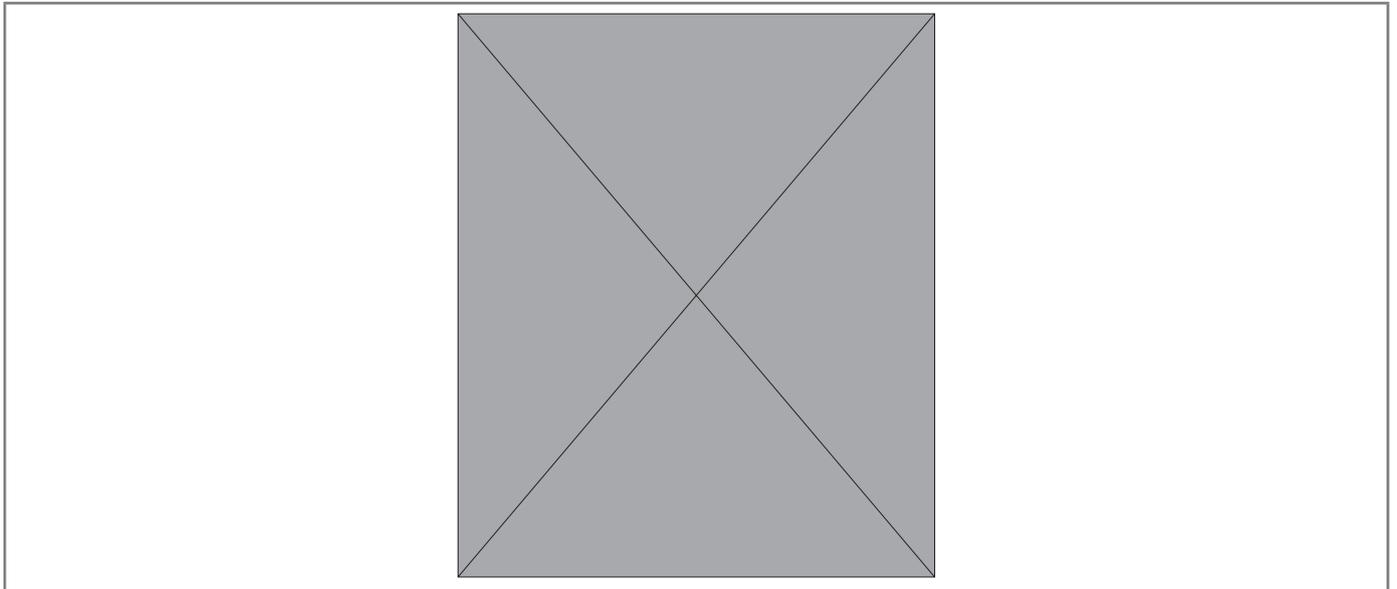

Рис. 6.23. Приваренные крепления на трубопроводе
- фитинги трубопровода всегда привариваются к верху или к горизонтальной оси самой трубы (см. рис. 6.23);